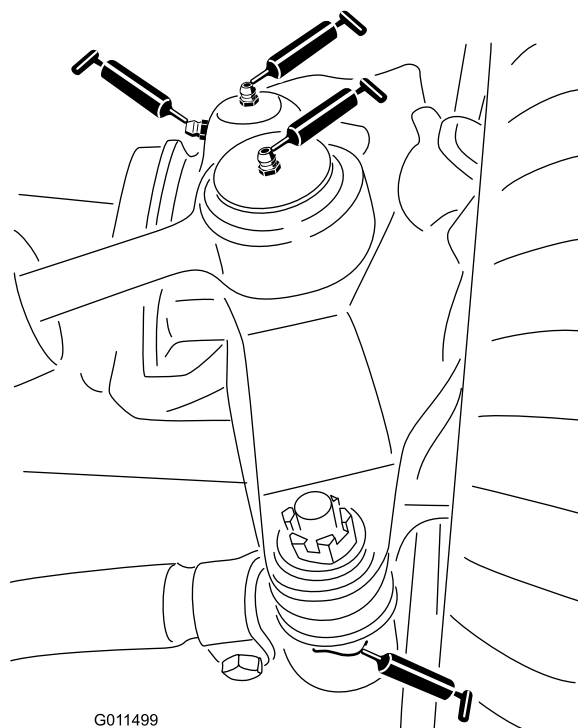

Figura 60
- Duas rótulas esféricas do cilindro da direção (Figura 60)
- Duas rótulas esféricas da barra de ligação (Figura 60)
- Dois casquilhos do pino principal (Figura 60).